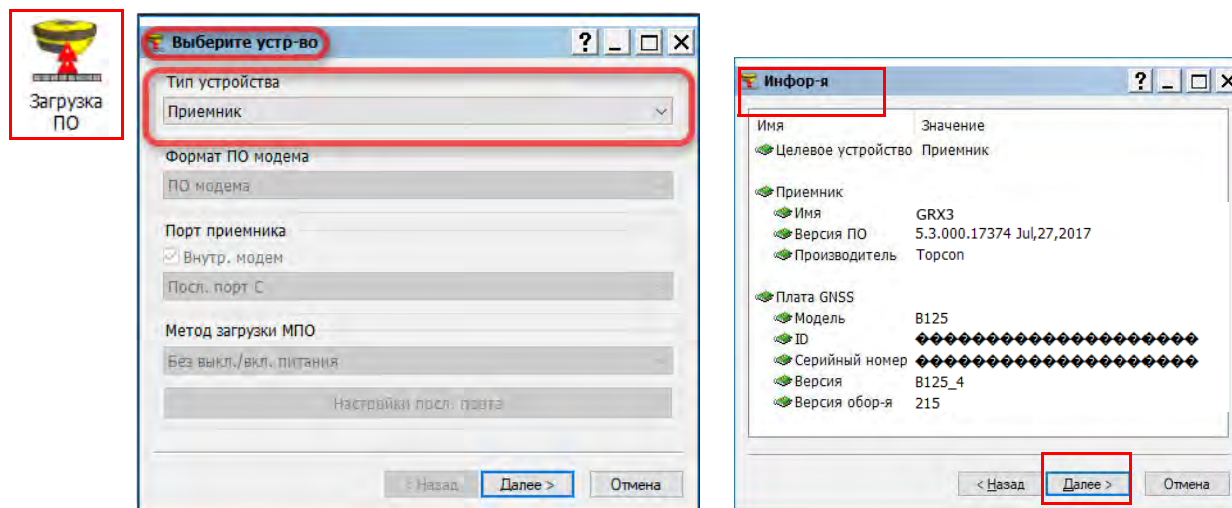

Рисунок 5-3: Окна Выберите устройство/Информация
- Кликните по иконке **Загрузка ПО** (Рисунок 5-3). Откроется окно **Выберите устр-во** (Рисунок 5-3).
- Кликните **Далее**. Откроется окно **Инфор-я** (Рисунок 5-3).